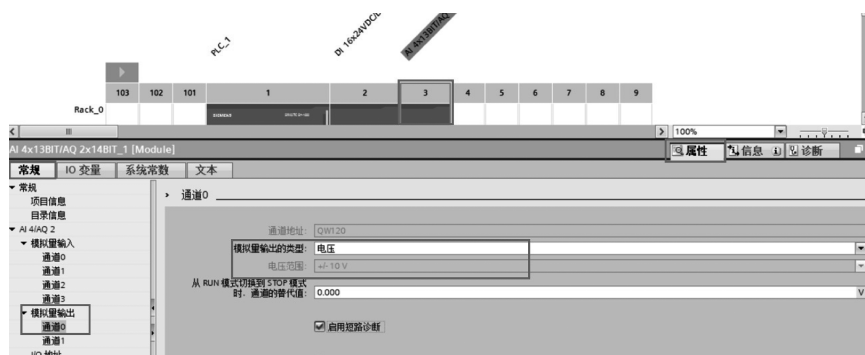

图 1-19 修改模拟量输出内容
(11) 选中模拟量扩展模块，拉起“属性”菜单，点击“属性”→“常规”→“模拟量输出”中的“通道 0”，如图 1-19 所示修改内容。